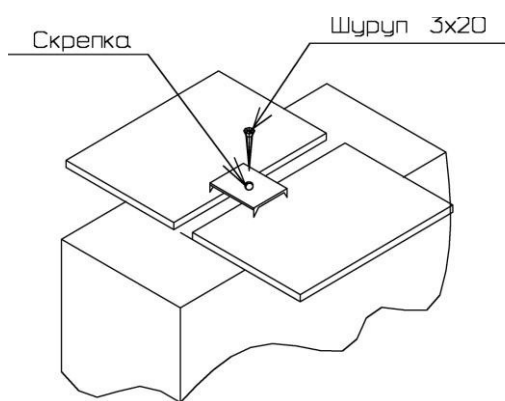
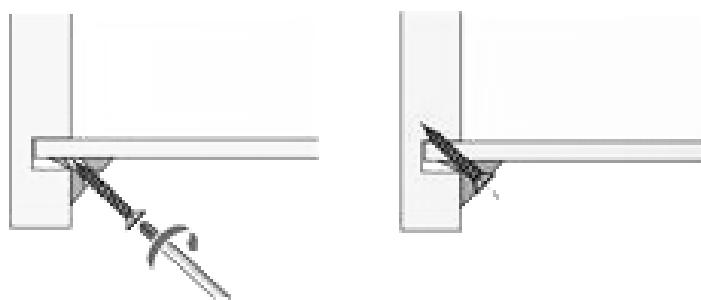

Рис. 3
Рис. 4
Установить задние стенки внакладку, согласно схеме сборки. Закрепить их шурупами 3x20мм к боковым стенкам и нижнему щиту, и саморезами 3,5x16мм к задней стенке (35) и задней планке (36). На кромке горизонтального щита (34) стыки задних стенок закрепить скрепками (рис. 3).
Закрепить задние стенки с помощью уголков с шурупами к боковым стенкам, равномерно распределив их по высоте (рис. 4), и саморезами 3,5х16мм к задним планкам (24). На краях горизонтальных щитов (23) стыки задних стенок закрепить скрепками (рис. 3).